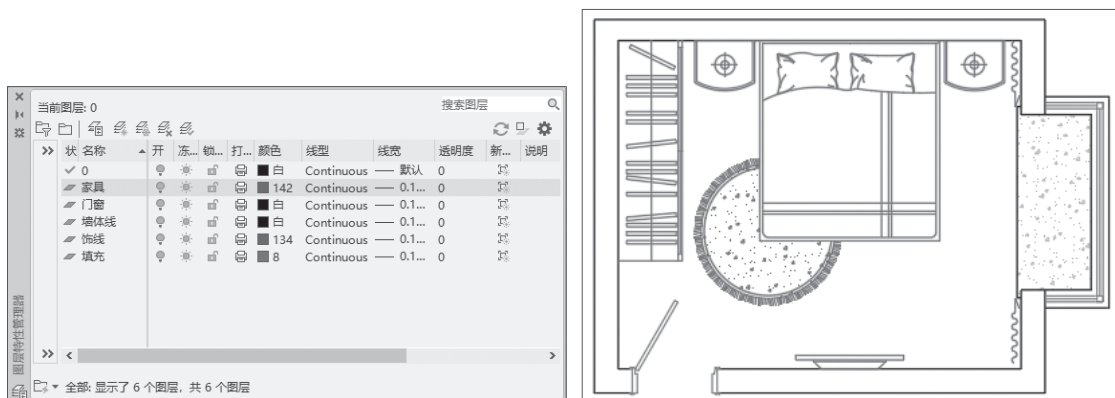

图 2-62
**步骤 05** 在“图层特性管理器”选项板中可以看到“床”图层已被删除。与此同时，绘图区中“床”的颜色也统一变换成家具的颜色了，如图2-62所示。